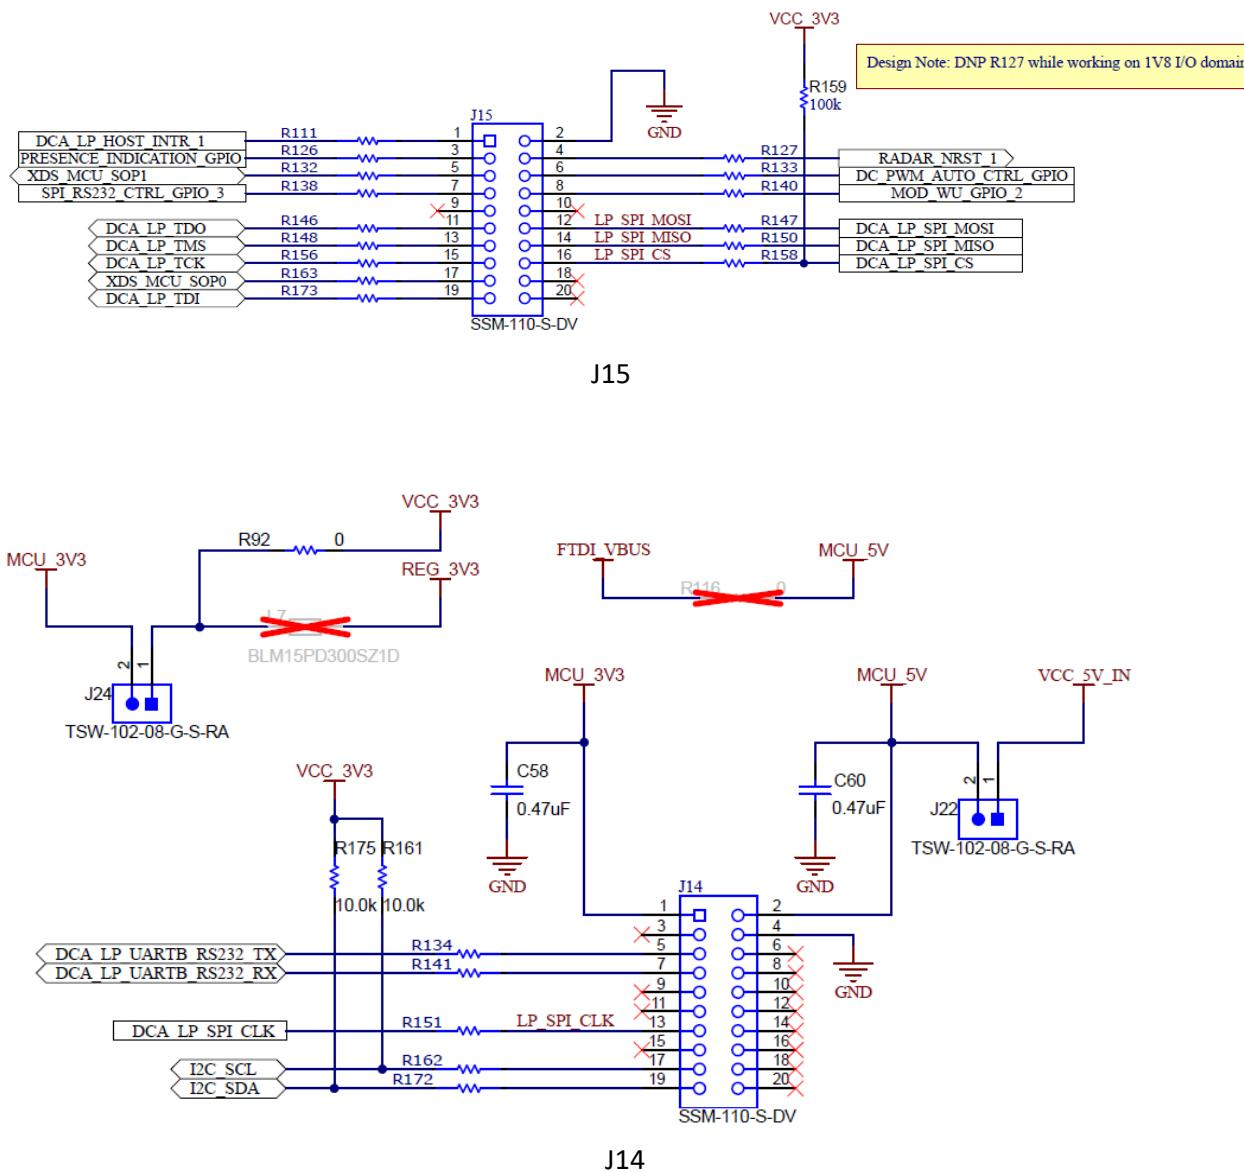

図 2-6. ピン配置図 - ローンチ パッドのピン配置で確認してください
2. ピンマッピングが正しいことを確認します。図 2-6 に、コネクタの詳細を示します。